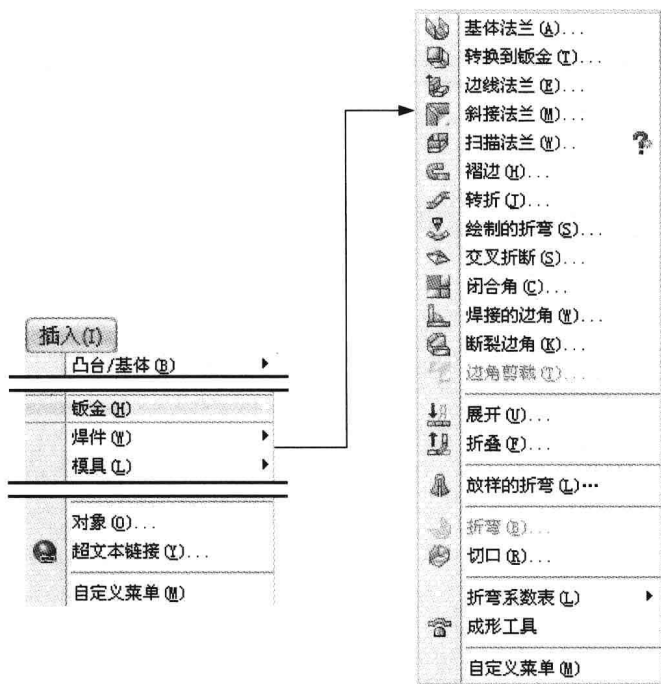

图 1.2.2 “钣金”子菜单
- 通过右击某特征，然后选择  特征属性... (Q) 命令来更改特征的名称。
- 通过右击某特征，然后选择  父子关系... (Q) 命令来查看特征的父子关系。
下拉菜单中包含创建、保存、修改模型和设置 SolidWorks 环境的一些命令。钣金设计的命令主要分布在  插入 (I) →  钣金 (M) 子菜单中，如图 1.2.2 所示。